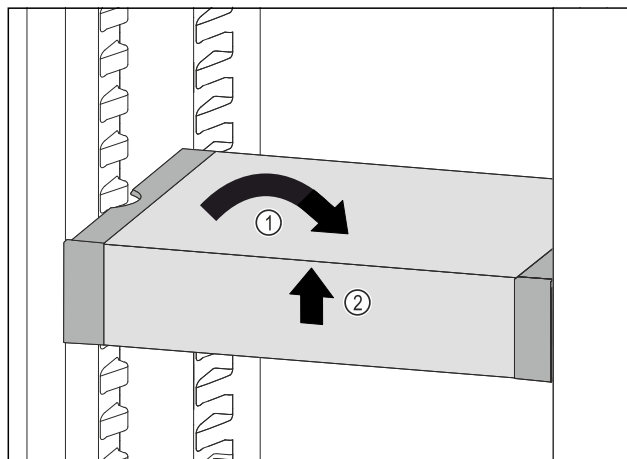

Fig. 81
- ▶ VarioSafe postavte rovně. Fig. 81 (1)
- ▶ VarioSafe vpředu zvedněte. Fig. 81 (2)